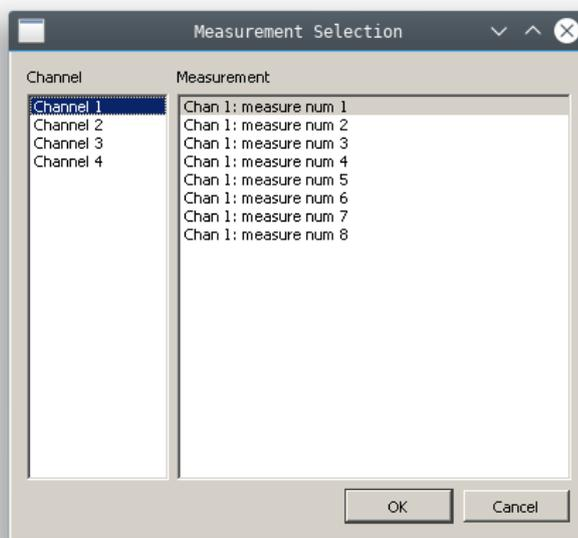

Рис. 3.16
- Измерение(Measurement) — Номер канала и измерения. Настраивается в отдельном окне(рис. 3.16), которое появляется при левом щелчке мыши на области измерения.